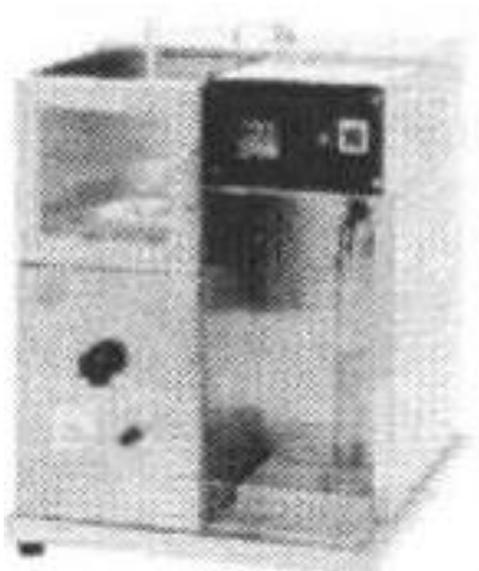

Рисунок 1 – Полуавтоматический аппарат АРНП – ПХП
**1. Полуавтоматический аппарат** для определения фракционного состава нефтепродуктов с регулировкой мощности по ГОСТ 2177-82, ASTM D 86, ISO 3405 (рис. 1)